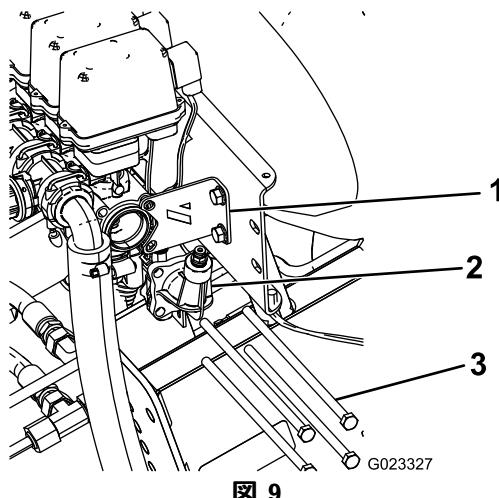

図 9
2. 水圧ゲージポートをブームバルブに取り付けている長いボルト（4本）を外して廃棄する（図9）。平ワッシャとナットは捨てないこと。
3. スタビライジング・ブラケットをバルブ・アセンブリに固定しているボルトとナット（2組）を外して保管する（図9）。